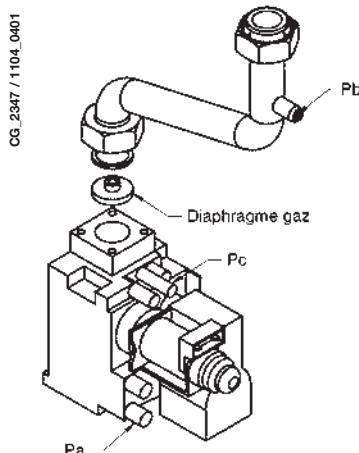

Figure 10
- ôter le diaphragme au niveau du bloc gaz (voir figure 10) et mettre en place le diaphragme propane.
- relier la prise de pression positive d'un manomètre différentiel, de préférence à eau, à la prise de pression (Pb) du raccord gaz (figure 10). Relier, pour les modèles à chambre étanche, la prise négative du manomètre à un "T" spécifique permettant de relier ensemble la prise d'équilibrage de pression de la chaudière, la prise d'équilibrage de pression de la vanne gaz (Pc) et le manomètre lui-même. (Une mesure équivalente peut être effectuée en reliant le manomètre à la prise de pression (Pb) et sans le panneau de façade de la chambre étanche);
- s'assurer que la pression d'alimentation de la chaudière, mesurée au niveau de la prise de pression (Pa) de la vanne gaz (figure 10) soit correcte (**37 mbar** pour gaz propane, **20 mbar** pour gaz G20 ou **25 mbar** pour gaz G25).
- Agir sur la vis "Pmax/Pmin" (Figure 10) pour obtenir la valeur de pression indiquée au Tableau 1.
Pour régler la pression à la puissance maximum, agir sur la vis « **Pmax** » (fig. 10) : tourner la vis dans le sens des aiguilles d'une montre pour augmenter la pression au brûleur ou dans le sens contraire pour la diminuer.
Pour régler la pression à la puissance minimum, agir sur la vis « **Pmin** » (fig. 10) : tourner la vis dans le sens inverse des aiguilles d'une montre pour augmenter la pression au brûleur ou dans le sens contraire pour la diminuer.